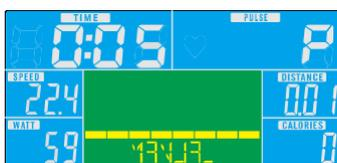
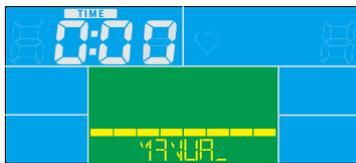

図4
図5
3. “MANUAL” モードを選択した場合、“モードボタン”を直接押すと、画面が“時間”の設定に入り、アップ(+)/ダウン(-)ボタンを回して数値を設定します(図4)、設定完了後、“モード”ボタン押して、“距離/カロリー/心拍数”の順に各数値を設定します(図5~8)、設定完了後、“スタート/ストップ”ボタンを押すとパネルは運動開始後の数値を表示します(運動中にアップ(+)/ダウン(-)で負荷段階を調整します)。